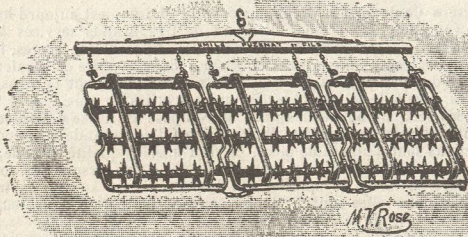

Fig. 68.
- 1° Deux traîneaux par compartiment (fig. 68) sur lesquels on traîne la Herse après l'avoir retournée ;